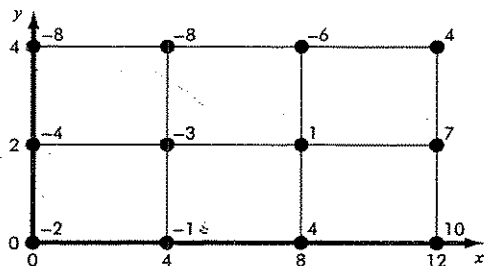

FIGURA P19.15
19.15 Determine o valor médio para os dados na Figura P19.15. Faça a integral necessária para a média na ordem mostrada na seguinte equação: